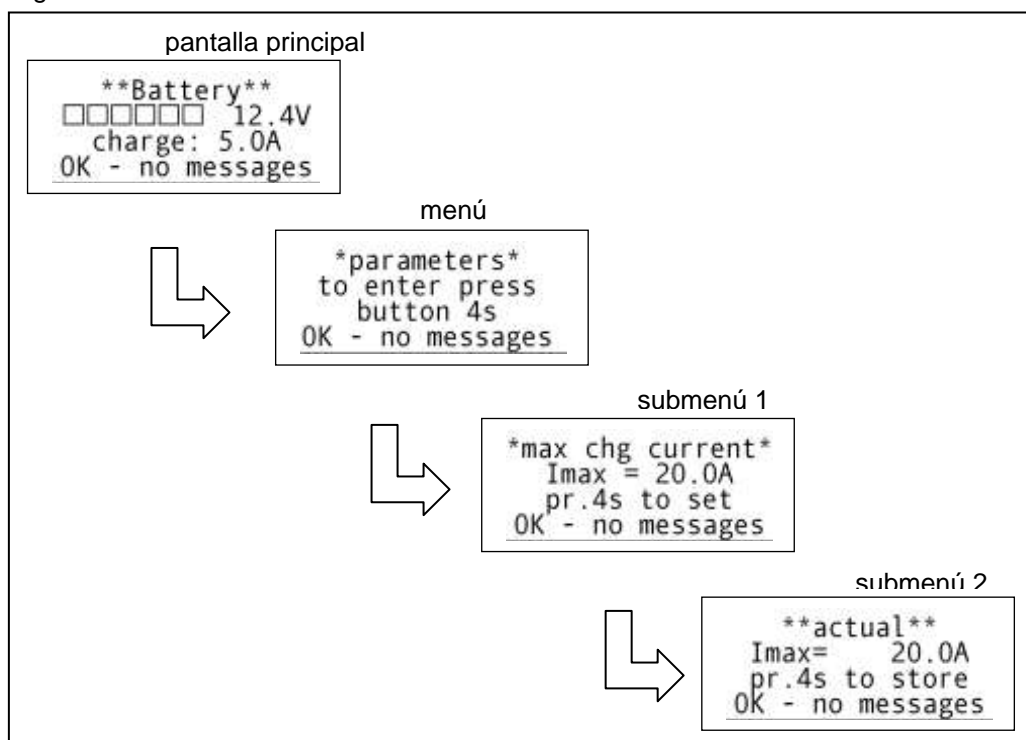

ilustración 11
5. Intensidad máxima de carga (ilustración 11)